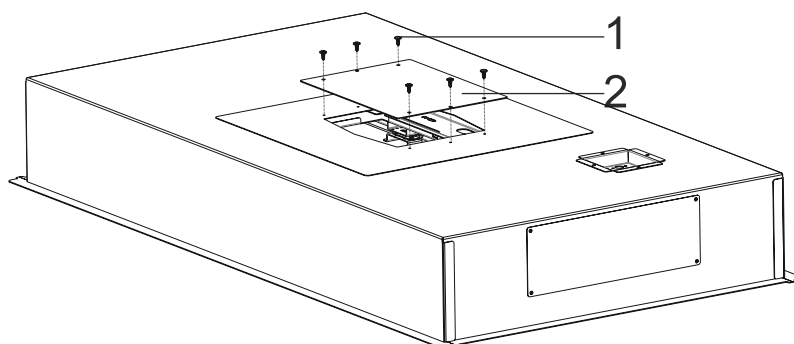

Fig. 28
**11.** Placera täckplattan ovanpå täckplattan med utsugshålet för att stänga till hålet med 3,5 x 9,5 skruvar (Fig. 28).